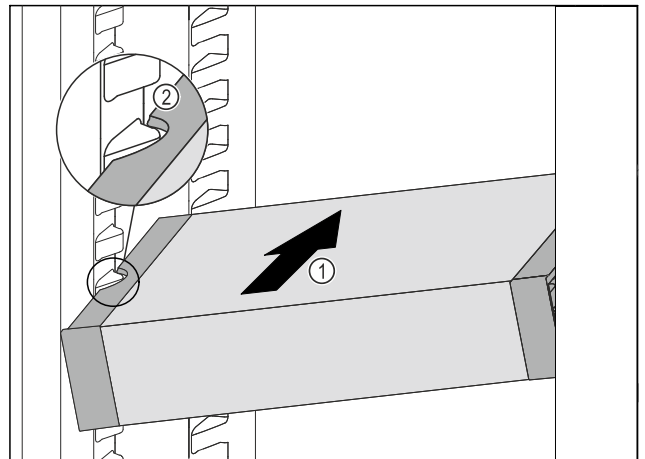

Fig. 73
- ▶ Inserire VarioSafe ad angolo nel vano frigorifero Fig. 73 (1), fino a quando le cavità laterali Fig. 73 (2) di VarioSafe non si trovano al livello della nervatura del contenitore nel vano frigorifero.